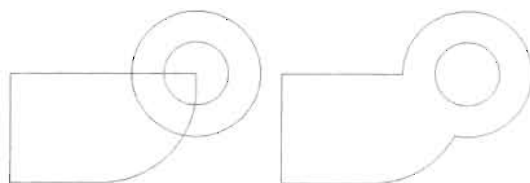

图 14-169
(3) 使用 Fillet 命令对矩形的右下角进行圆角，圆角半径为 12mm，然后单击“修改”工具栏中的“修剪”按钮，把圆形和矩形相交的多余部分裁减掉，如图 14-169 所示。